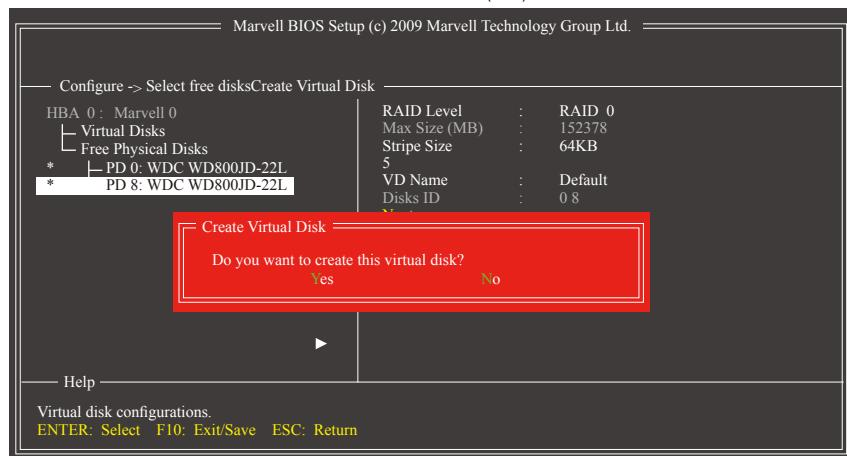

图5
6. Next：完成以上设定请至「Next」项目，按 $\langle Enter\rangle$ 能，确认建立磁盘阵列。当确认信息出现时，确定制作磁盘阵列请按 $\langle Y\rangle$ ，取消请按 $\langle N\rangle$  (图5)。